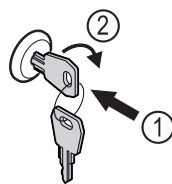

Fig. 180 Atvaizdo pavyzdys
- ▶ Įspauskite raktą Fig. 180 (1).
- ▶ Pasukite raktą 90° pagal laikrodžio rodyklę Fig. 180 (2).